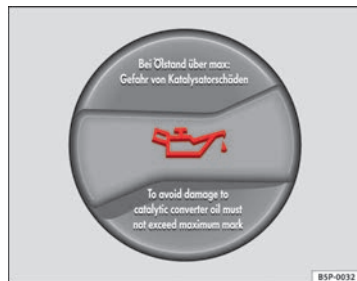

Fig. 134 Vano motore:
- Svitare il tappo del bocchettone di rifornimento dell'olio motore ⇒ **fig. 134**.